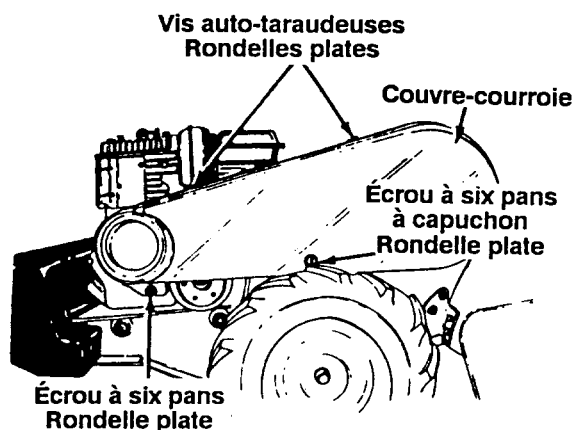

FIGURE 20
2. Démontez le couvre-courroie du côté gauche du motoculteur comme suit. Voir la figure 20.